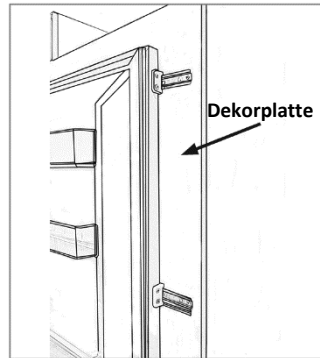

Abb.14
- Das fertige Erscheinungsbild der Türschieber sollte ähnlich wie in Abb. 14 aussehen, die 2 Schieber an Ort und Stelle zeigt.